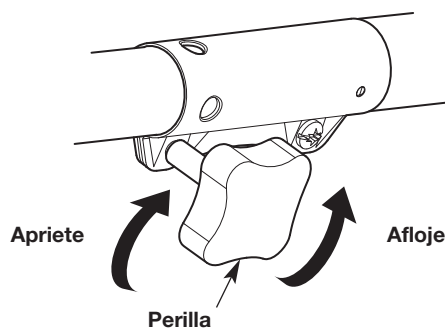

Fig. 4
3. Gire la perilla en el sentido contrario a las agujas del reloj para aflojar el acoplador (Fig. 4).
2. Gire la perilla en el sentido contrario a las agujas del reloj para aflojar el acoplador (Fig. 4).